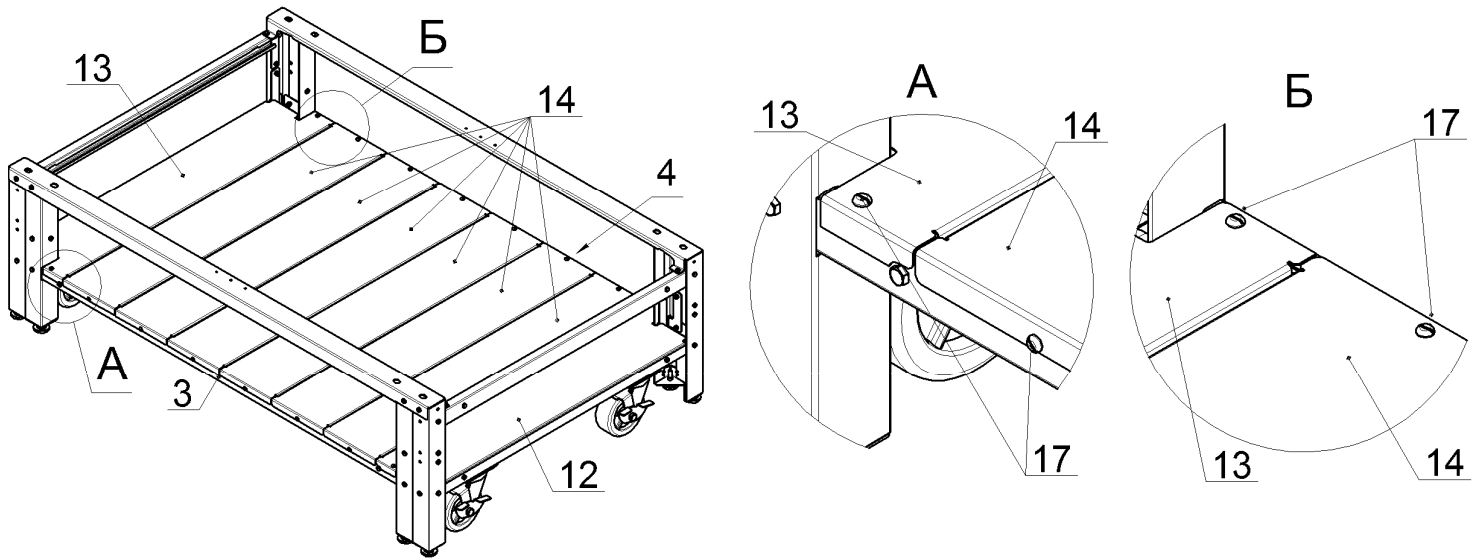

Рис.8
8. Закрепить винтами М5, поз.17 на профиле лицевом, нижнем, поз.3 и профиле заднем, нижнем, поз.4, в первую очередь сегменты полки правый и левый, поз.12 и 13, затем сегменты полки центральные, поз.14, как показано на рис.8. Окончательно затянуть все гайки и винты: